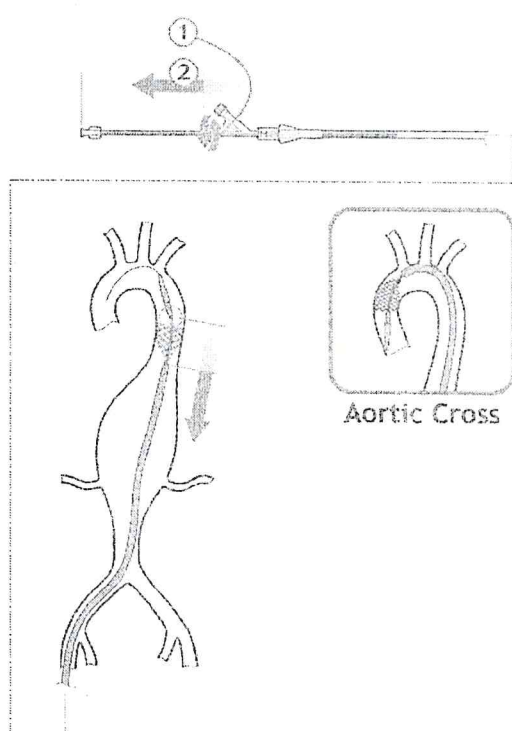

Figura 5. inizio dell'inserimento rilascio
3. Per rilasciare l'MFM®, svitare la valvola emostatica a Y (Figura 5, Passaggio 1) e ritirare lentamente il sistema di inserimento dal sito della lesione target, tirando progressivamente e delicatamente la guaina verso la posizione fissa dell'introduttore (Figura 5, Passaggio 2). L'MFM® inizia il rilascio.